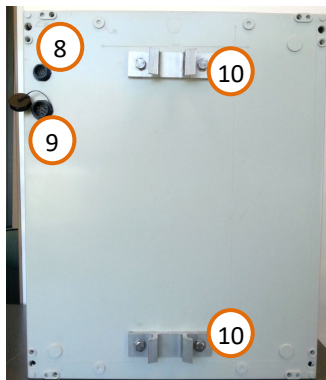
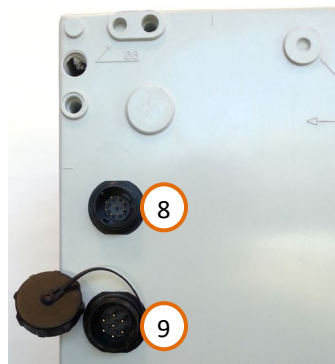

Figure 14 : arrière de l'armoire
Figure 15 : connexions électriques
4. Branchez le panneau solaire (voir Titre 11) ou la source d'alimentation de la batterie (12 V) dans le connecteur situé à l'arrière du coffret en bas (Figure 14 et Figure 15, p. 10, repère 9) :
5. Branchez le radar à l'arrière également, dans le connecteur supérieur (Figure 14 et Figure 15, p. 10, repère 8)